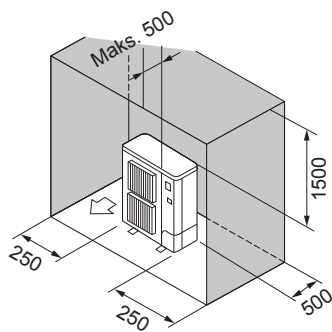

Fig. 2-8
- ⑥ Hindringer kun bak, på sidene og over (Fig. 2-8)